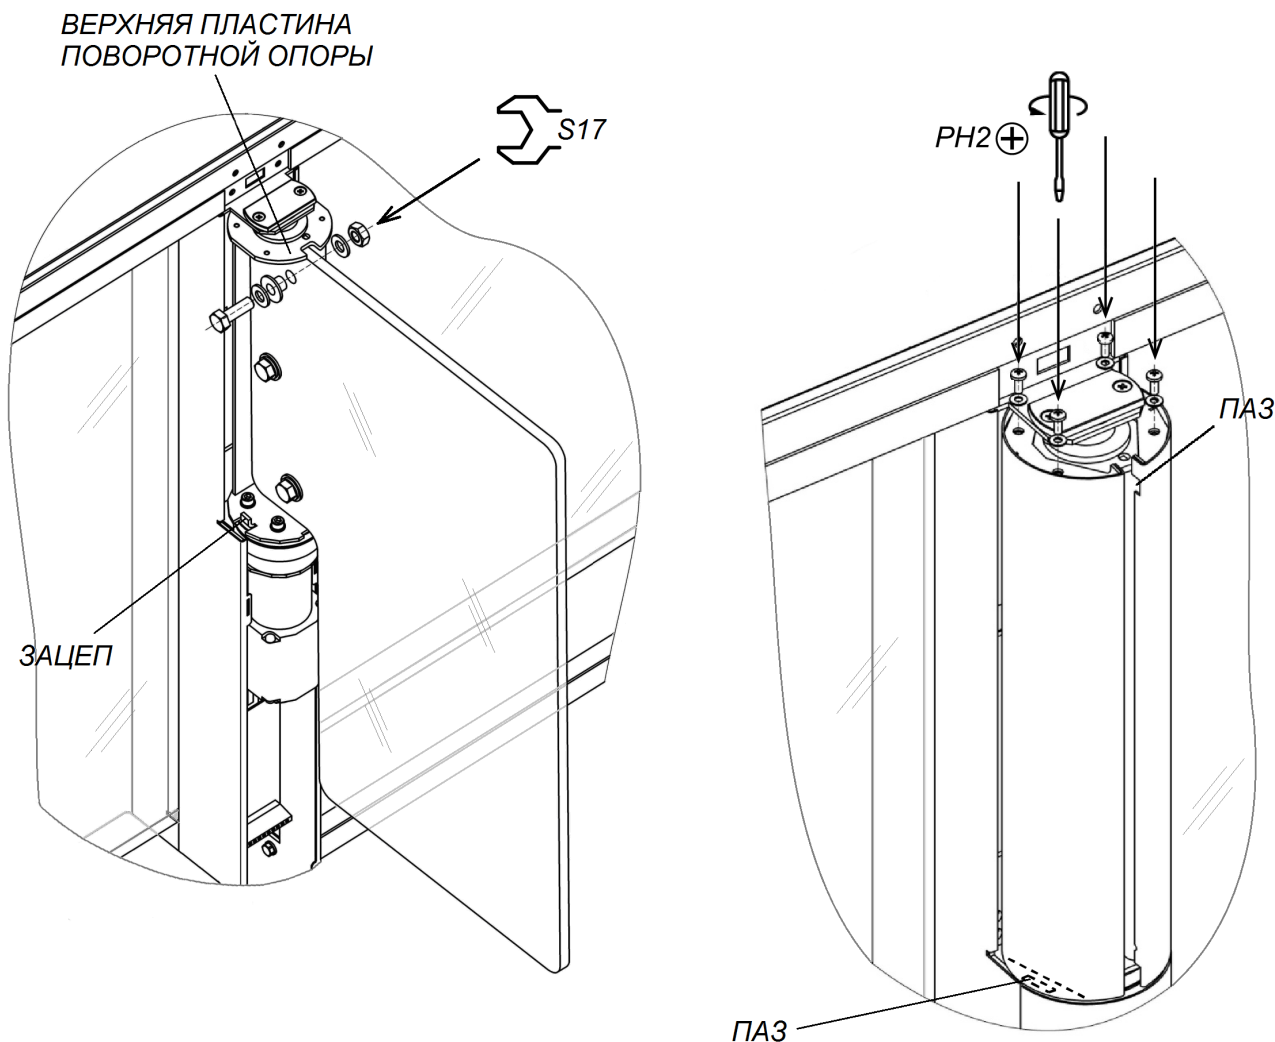
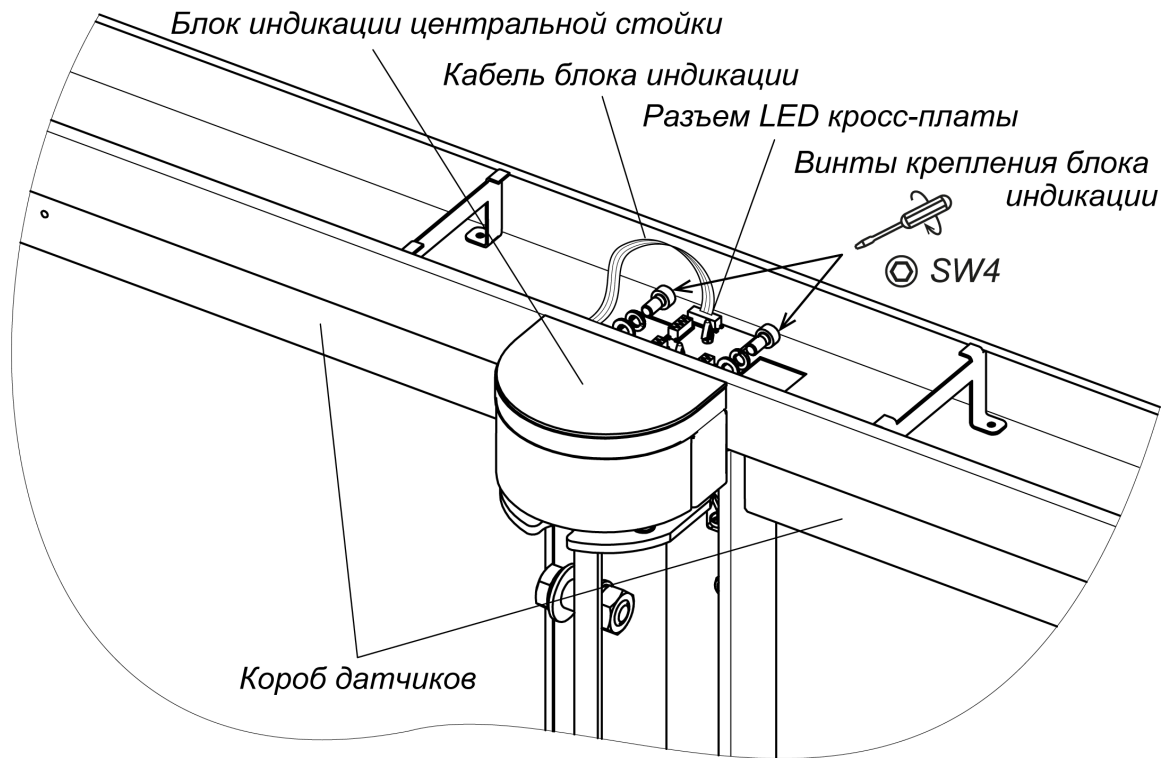
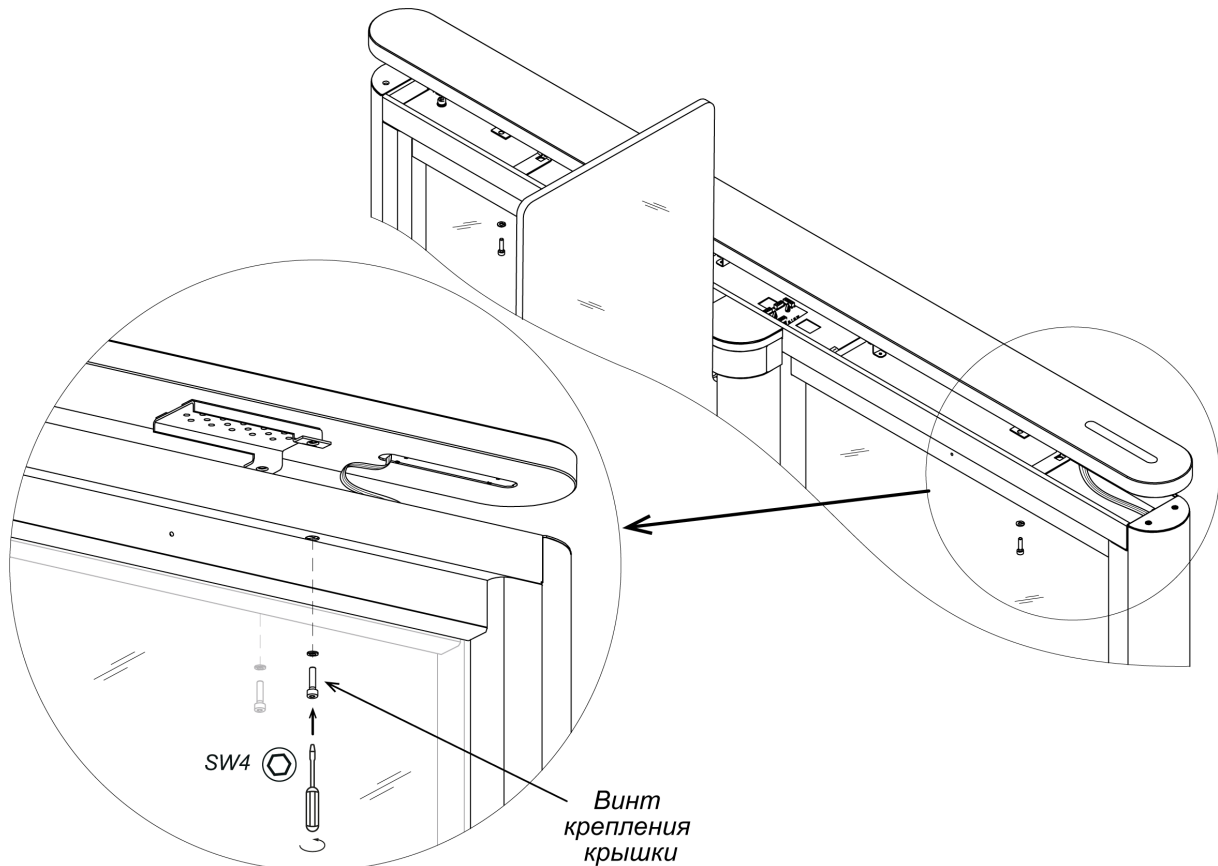

Рисунок 21. Створка и кожух створки
Рисунок 22. Монтаж блока индикации центральной стойки
Рисунок 23. Монтаж верхней крышки турникета
22. Распакуйте стеклянные створки (4) и произведите их монтаж (рис. 21, разд. 8.8.3).
23. Установите кожухи створок (3) из комплекта принадлежностей (рис. 21, разд. 8.8.4).
24. Установите на свои места передние панели боковых стоек (10) (разд. 8.8.2). После установки проверьте, чтобы верхний край панелей находился на одном уровне с корпусом секции.
25. Установите блоки индикации центральных стоек (5) (см. рис. 22, разд. 8.8.5) (взять в комплекте принадлежностей).
Снятие или установку створки (4) производите вдвоем. Створка к поворотной опоре крепится в трех местах при помощи болтов M10×30, шайб 10, втулок пластиковых и гаек M10 (см. рис. 21). Используйте рожковые ключи S17.
2. Смонтируйте одну из частей кожуха на поворотную опору створки. Для этого оденьте кожух на верхнюю пластину поворотной опоры через пазы в верхней части кожуха, после чего сдвиньте кожух вниз до конца, введя нижний паз кожуха в зацеп, расположенный в нижней части поворотной опоры (см. рис. 21).
Для установки блока индикации центральной стойки (5) (см. рис. 22):
3. Установите блок индикации на площадку, расположенную над поворотной опорой створки, и при помощи шестигранного ключа SW4 зафиксируйте его на верхнем коробе стойки (7), используя два винта M5×10 с плоскими и пружинными шайбами из комплекта поставки.
Снятие блока индикации центральной стойки производится в обратном порядке. Перед этим необходимо демонтировать с секции турникета верхнюю крышку секции (6) (см. разд. 8.8.6, рис. 23).
Порядок монтажа верхних крышек секций (рис. 23):